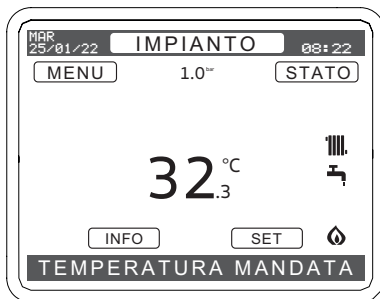

Figura 6.6
- Premere il tasto (↖) per attivare il display e visualizzare lo stato in cui si trova la caldaia (ultimo memorizzato) Figura 6.6.